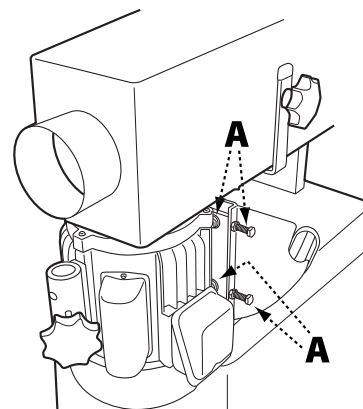

FIGURA 11
1. Afloje las cuatro tuercas de montaje del motor (A) lo suficiente, de modo que se puedan girar los tornillos de alimentación para hacer el ajuste. Consulte la Figura 11.